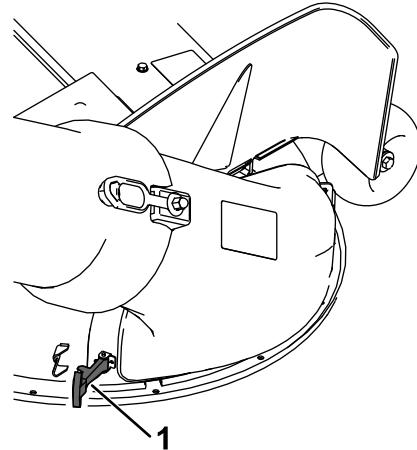

Figura 23
4. Fissate il condotto di scarico al piatto di taglio agganciando il fermo flessibile sul condotto di scarico al fermo sul piatto di taglio (Figura 23).